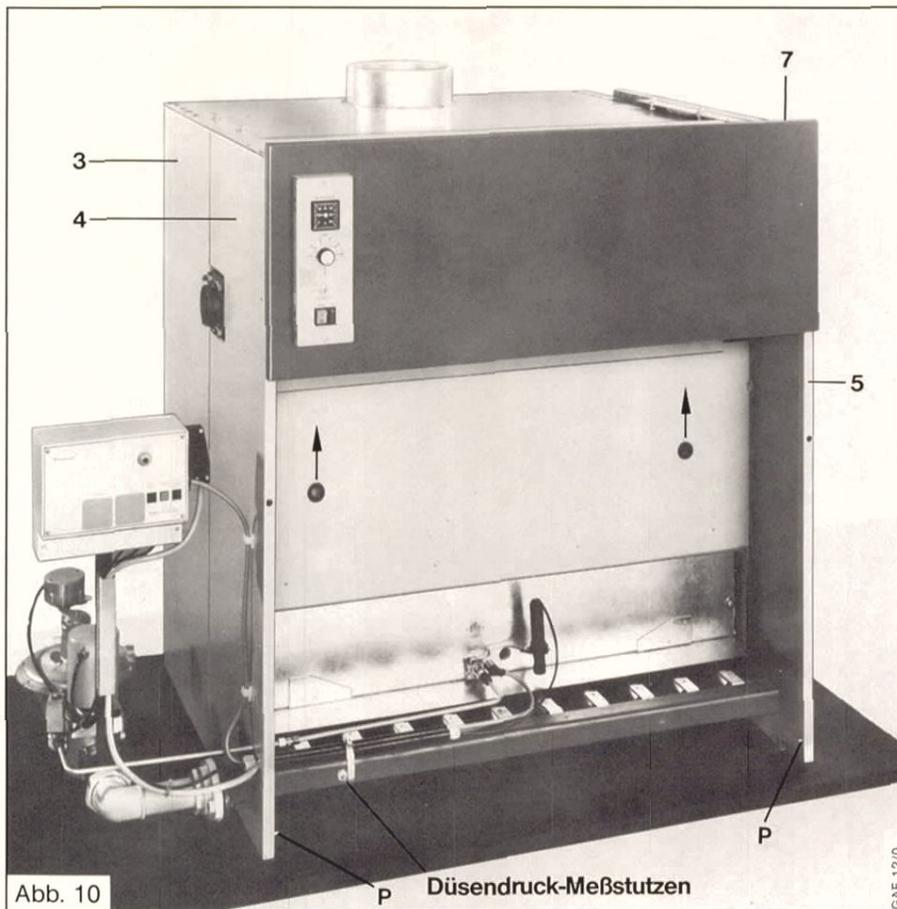

Abb. 10
Mantelblech, seitlich (3), Abb. 10, auf die Stifte (L), Abb. 7, der Winkelleiste stellen und oben mit 2 Blechschrauben am Halblech verschrauben. Fassonschrauben (M), Abb. 11, von Mantelblech seitlich (3) in Blech (4) stecken, oben mit 1 Blechschraube am Halblech und unten bei (N), Abb. 7, mit 1 Kreuzschlitzschraube M5 an der Winkelleiste befestigen.
2 Fassonschrauben oben in Mantelblech, vorn (10), Abb. 13, einschrauben. Blech mit den seitlichen Haken unten, schräg nach vorn geneigt, auf die Stifte (P), Abb. 10, stellen und an die Bleche (4) links und (5) rechts andrücken. Fassonschrauben müssen einrasten.
Zündbrenner an Brennerplatte montieren, und zwar bei Vollautomatik wie dargestellt immer mittig, Abb. 10. Nicht benötigte Öffnungen mit beigegebenen Blechen verschließen.
Zündgasleitung auf erforderliche Länge gekürzt verlegen, Abb. 10.